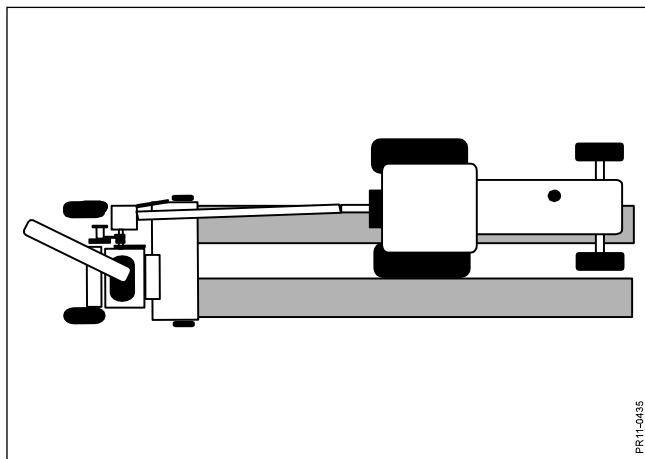

Fig. 6-10
- Fig. 6-10** 2) Snitteren arbejder nu semi-offset, idet traktoren kører med det ene hjulsæt mellem skårene. Denne teknik giver en lige træklinie, og er egnet til aflæsning til begge sider. Den parallelt kørende traktor kommer tættere på snitteren og har lettere ved at placere vognen i forhold til afgrødestrålen.